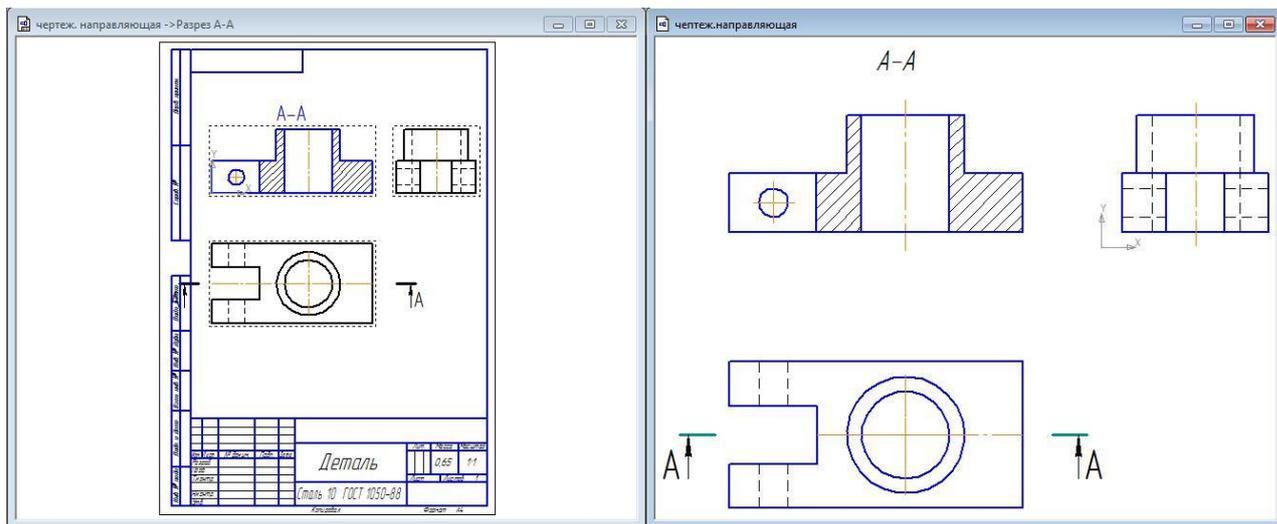

Рис. 19
- строка **Меню–Окно–Мозаика вертикально**. Активизируя каждое окно, выполните команду – **Показать все** (рис. 19). Сравните полученные изображения. По правилам построения разрезов, если секущая плоскость совпадает с осью